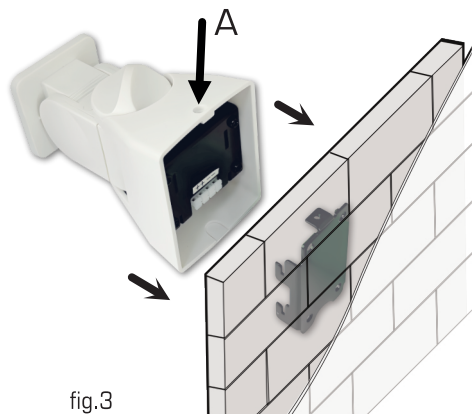

fig.3
Riferendovi alla Fig. 3, montate a parete la placca di supporto (utilizzando le viti e i tasselli in dotazione) in corrispondenza della condotta con i cavi di collegamento. Per il corretto fissaggio della placca appoggiatela al muro e marcate con una matita i punti nei quali dovranno essere fatti i fori. Assicuratevi che dove forerete non siano presenti tubi di alcun genere. Procedete forando con un trapano il muro utilizzando la punta della misura dei tasselli, quindi appoggiate la piastra e fissatela avvitando le viti ai tasselli. Una volta collegati i cavi alla staffa, agganciate la staffa alla placca a muro, assicurandola tramite la vite da porre nel foro superiore (A).
Refer to Fig.3 to mount the support plate on the wall (using the included screws and plugs) where the duct with the connection cables is located. To fix the plate correctly, place it against the wall and mark with a pencil the points where the holes will need to be made. Make sure there are no pipes of any kind where you will drill. Proceed by drilling the wall with a tip of the same size of the anchors, then place the plate and secure it by screwing the screws into the plugs. Once the cables have been connected to the bracket, mount the bracket on the wall plate, securing it by means of the screw to be inserted in the upper hole (A).